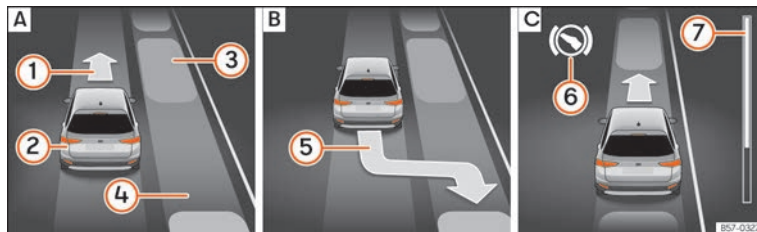
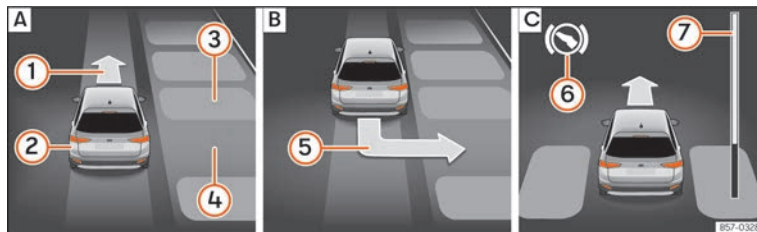

Fig. 250 En la pantalla del cuadro de instrumentos: aparcar en línea. **A** Buscar un hueco de aparcamiento. **B** Posición para aparcar. **C** Maniobrar.
Fig. 251 En la pantalla del cuadro de instrumentos: aparcar en batería. **A** Buscar un hueco de aparcamiento. **B** Posición para aparcar. **C** Maniobrar.
- Mire en la visualización de la pantalla del cuadro de instrumentos si se ha detectado el hueco como “apropiado” y si ha alcanzado la posición correcta para aparcar »»» fig. 250 [B] o »»» fig. 251 [B]. El hueco habrá sido considerado “apropiado” si en la pantalla del cuadro de instrumentos aparece la indicación de aparcar [S].
- Retroceda hasta que suene la señal continua del ParkPilot; **O BIEN:** retroceda hasta que en la pantalla del cuadro de instrumentos aparezca la indicación de dar marcha adelante »»» fig. 250 [C] o »»» fig. 251 [C]; **O BIEN:** retroceda hasta que en la pantalla del cuadro de instrumentos aparezca el mensaje
- Dé marcha adelante hasta que suene la señal continua del ParkPilot; **O BIEN:** dé marcha adelante hasta que en la pantalla del cuadro de instrumentos aparezca la indicación de dar marcha atrás. El sistema de aparcamiento asistido dirige el vehículo marcha adelante y marcha atrás hasta centrarlo en el hueco »»» fig. 250 [C] o »»» fig. 251 [C].
La barra de progreso »»» fig. 250 [7] y »»» fig. 251 [7] muestra simbólicamente en la pantalla del cuadro de instrumentos la distancia relativa que aún queda por recorrer. Cuanto mayor es la distancia, más llena está la barra de progreso. Al